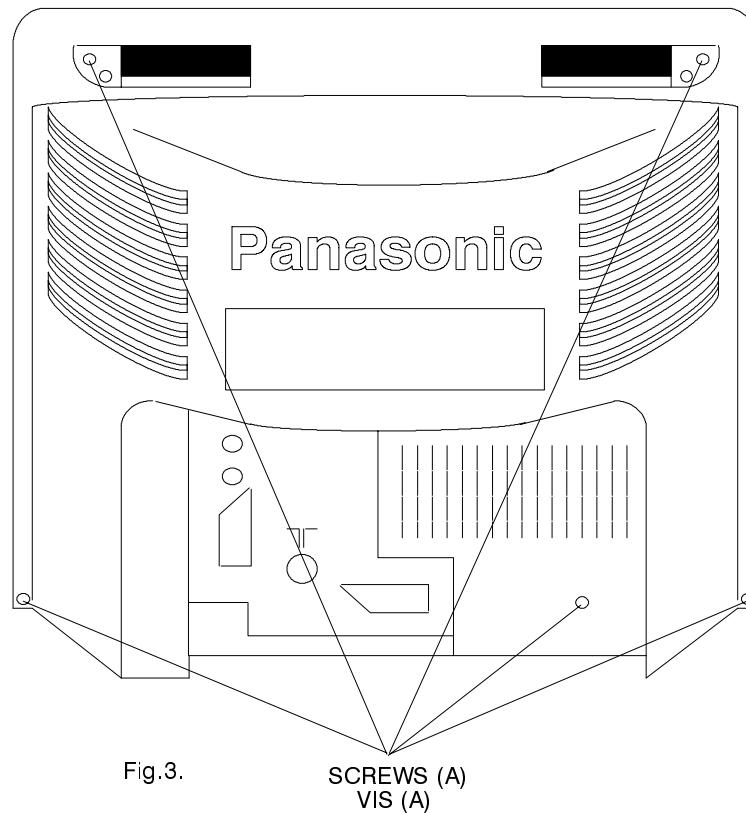
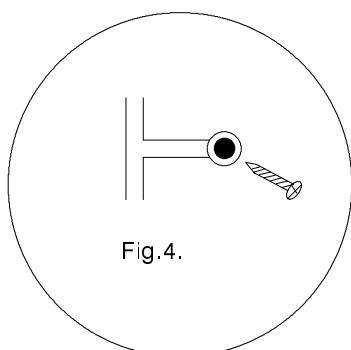

Fig.3.
Fig.4.
1. Remove the 5 screws (A) as shown in Fig.3/Fig.4.
1. Retirer les 5 vis (A) comme sur la Fig.3. / Fig.4.
1. Insert 1 of the backcover screws into the rib on the left hand side of the cabinet as shown in Fig.4.
1. Insérer 1 des vis de fixation du capot arrière dans une des nervures coté gauche; voir Fig.4.